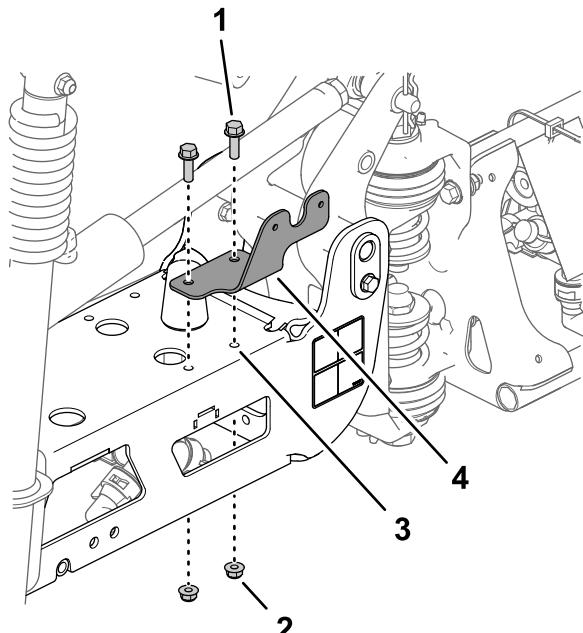

Figura 56
1. Allineate i fori nella staffa dei fanali posteriori con i 2 fori di 8 mm nella trave della sezione di irrorazione centrale (Figura 56).
2. Montate la staffa del fanale posteriore sulla trave (Figura 56) con 2 bulloni a testa flangiata (5/16" x 1") e 2 dadi di bloccaggio flangiati (5/16").